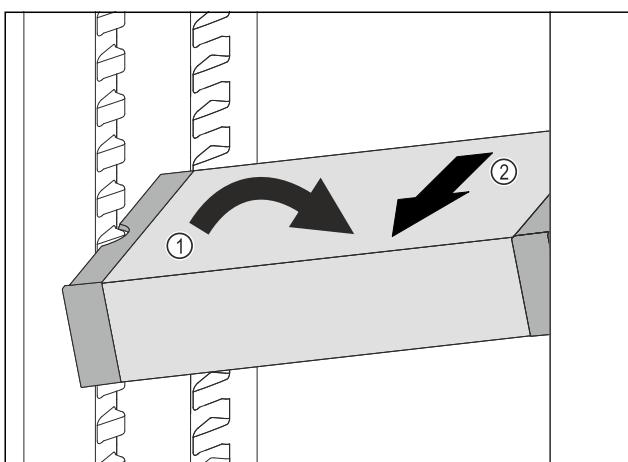

Fig. 73
- Встановити VarioSafe під кутом в охолоджувальному відділенні. Fig. 73 (1)
- Витягнути VarioSafe вперед. Fig. 73 (2)